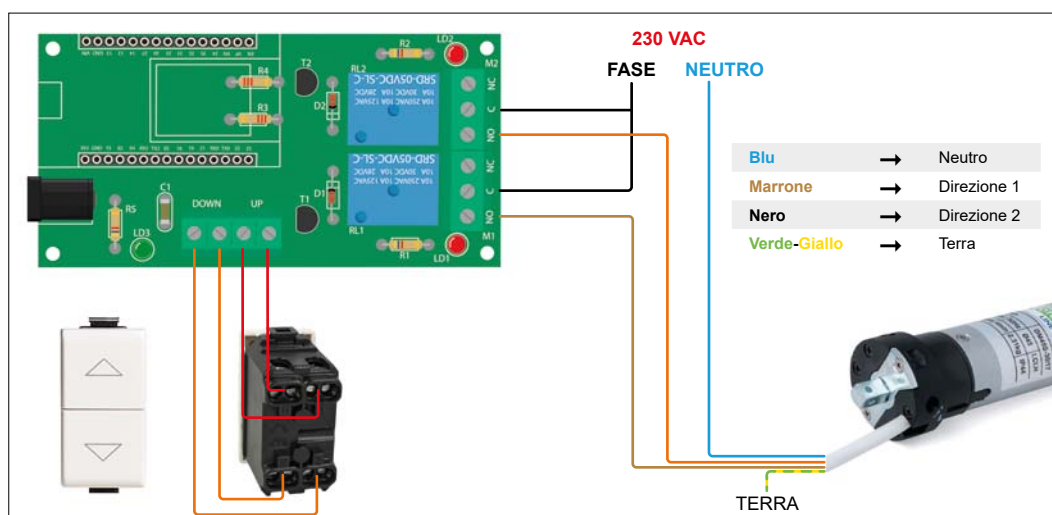

Fig. 10
Forate quindi il PCB e iniziate a montare i componenti del caso in ordine di altezza, concludendo con i due relé; stagnate da entrambe le facce le piazzole di interconnessione e dove serve realizzate delle "vie" tra le due facce mediante avanzi di reofori dei componenti o sottili spezzoni di filo in rame, che stagnerete da entrambe le parti (questo non serve se vi fate realizzare il PCB dal servizio dedicato dalla Futura Elettronica, *PCBPRODUCTION*, giacché vi verrà fornito uno stampato con fori metallizzati). Per l'orientamento dei componenti polarizzati, ossia transistor e diodi, ma anche la scheda ESP32, seguite l'orientamento indicato nel piano di montaggio pubblicato in queste pagine; a proposito della ESP32, montatela utilizzando due strip di pin a passo 2,54 mm da 15 contatti ciascuna. Il montaggio del dispositivo è semplice, ma bisogna fare attenzione in quanto è necessario interfacciarsi con la rete elettrica della propria abitazione, che ad alta tensione: 230 Vca. Lo schema che vi guiderà nel cablaggio è quello proposto nella **Fig. 10**.
2. collegate il tasto Sali-Scendi presente all'interno della cassetta 503 come indicato in **Fig. 10**, cioè ad ogni estremità dei pulsanti vanno collegati i fili che portano il segnale fino ai connettori SALI e SCENDI sul PCB;